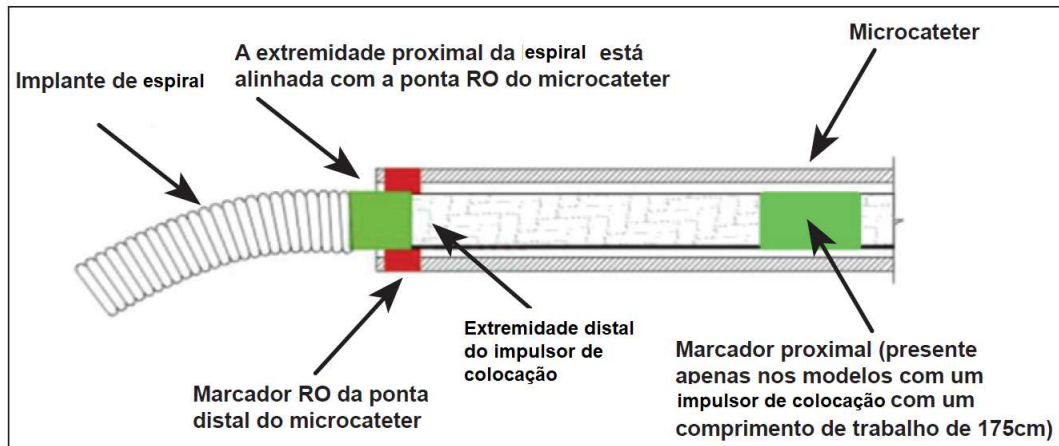

Figura 4 – Posição das fitas de marcadoras para separação
27. Avance a espiral para o local pretendido até o marcador radiopaco proximal no impulsor de colocação ficar alinhado ou ligeiramente distal em relação ao marcador RO da ponta distal do cateter, posicionando a zona de separação imediatamente fora da ponta do cateter. Consulte a Figura 4.